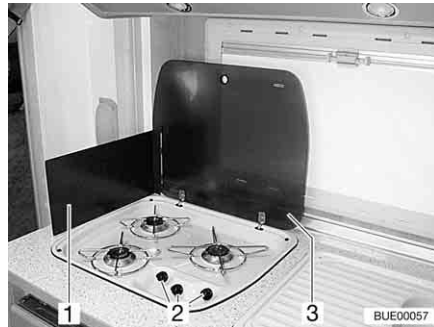

Fig. 180 Cocina de gas
Una placa protectora del calor (Fig. 180,1) protege los muebles cerca de la cocina de gas.
- Abrir la tapa (Fig. 180,3) de la cocina de gas.
- Girar el regulador giratorio (Fig. 180,2) correspondiente al quemador deseado a la posición de encendido (llama alta).